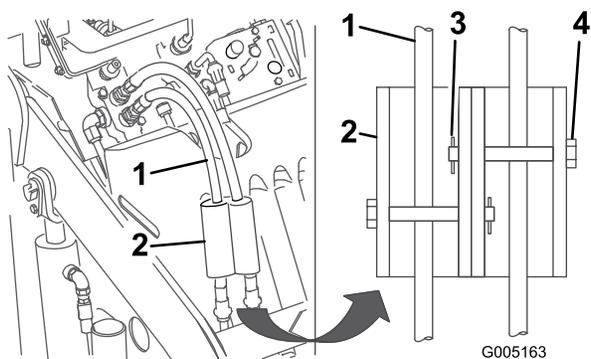

Рисунок 13
- Поместите замки гидроцилиндров на шланги и закрепите их штифтами с головкой и шплинтами (Рисунок 13).